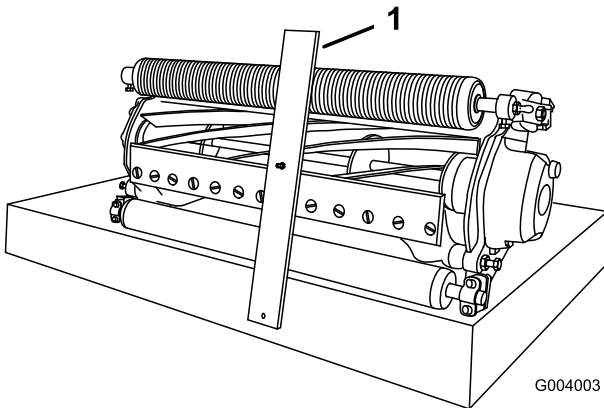

図 16
2. 刈高ゲージのボルトの頭を下刃の先端に引っかけ、バーの後端を後ローラに当てがう図 16。